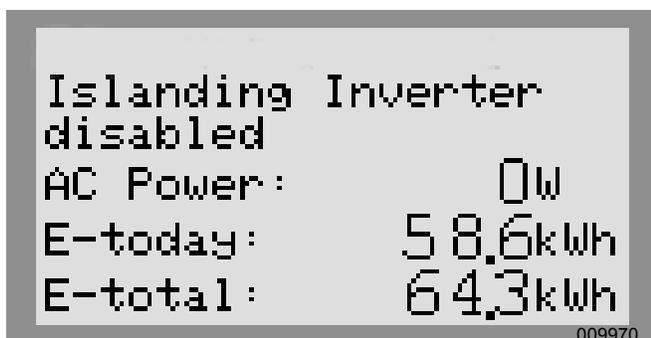

Figura 3-8. Activación y desactivación de dispositivos (1 de 3)
- Consulte la Figura 3-8. Verifique que el estado del dispositivo diga Disabled (Desactivado).